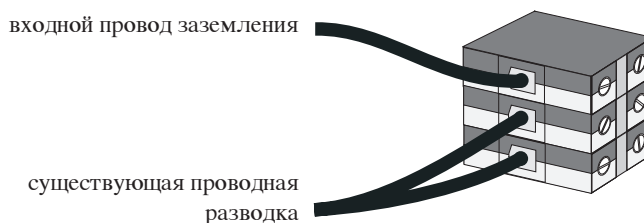

Рис. 4-3 Жесткий монтаж присоединения заземления
6. Присоедините провод заземления к клеммной колодке заземления. См. рис. 4-3. Убедитесь в отсутствии неприсоединенных проводов и в том, что винты клеммной колодки затянуты с достаточным усилием.